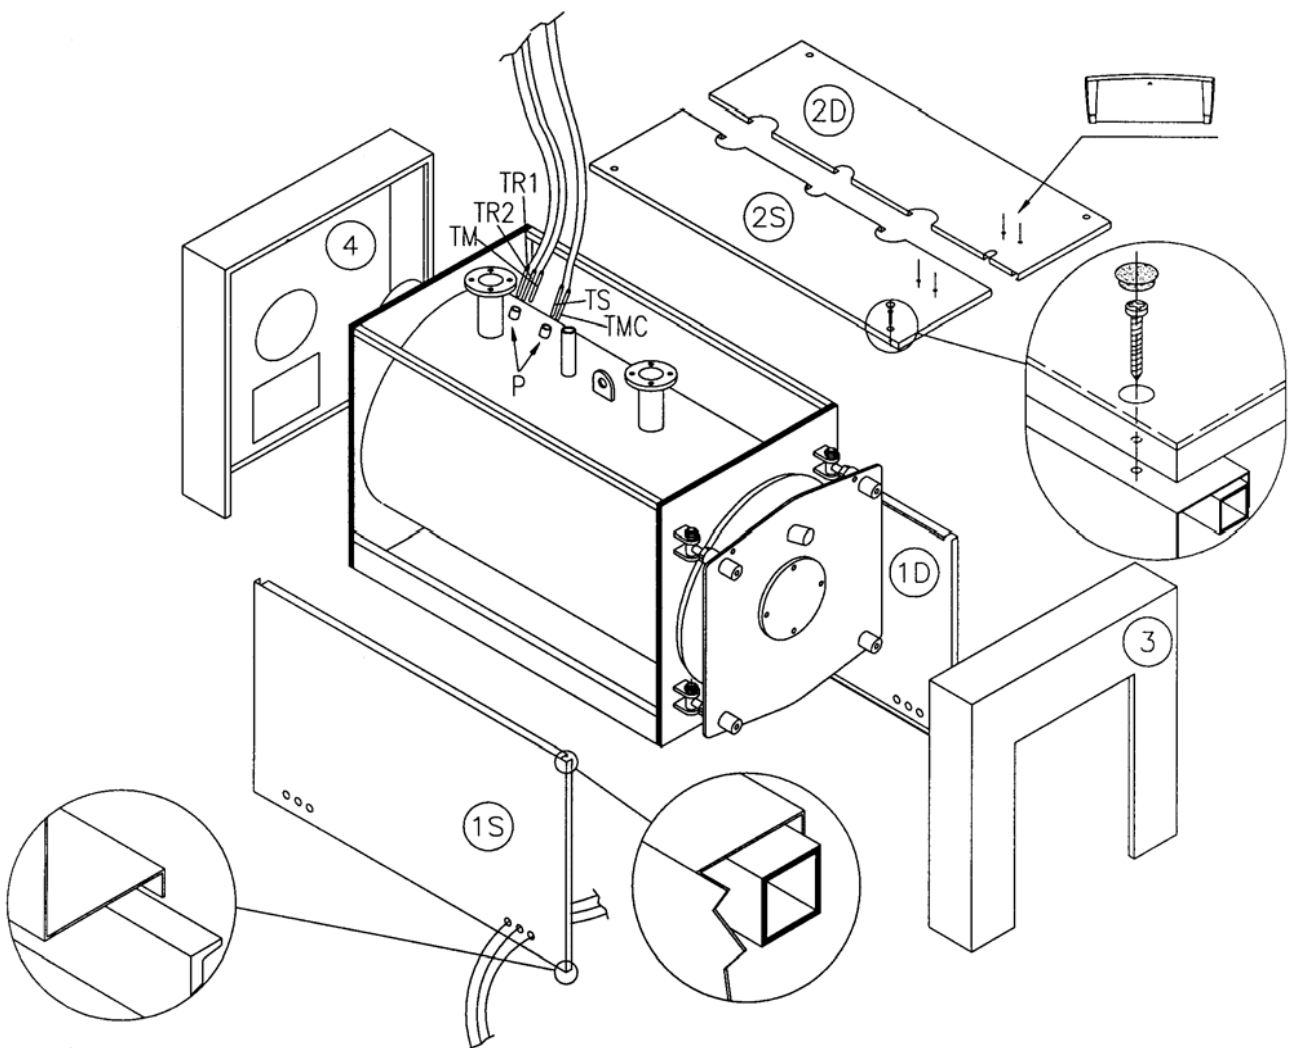

Fig. 8
4.2 HABILLAGE CHAUDIERES REX/REX F/REX K/REX K F 7÷40 (Fig. 8)
- a) Enrouler la laine de verre sur le corps de la chaudière en laissant visibles les regards porte-instruments (P) situés sur le côté droit.